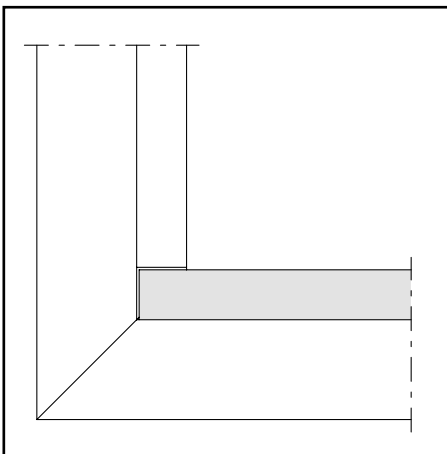
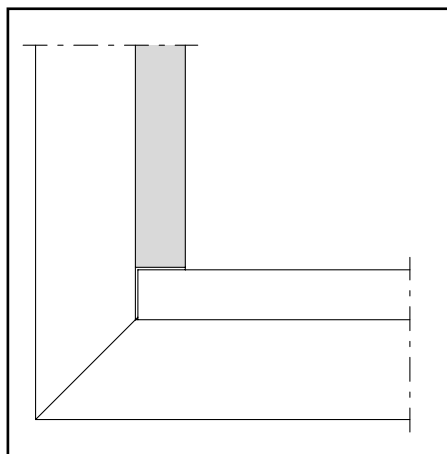

Abb. 5 / Fig. 5 / Fig. 5
Abb. 6 / Fig. 6 / Fig. 6
(Abb. 5/6)**
Damit die Glasleisten im Brandfall dilatieren können, müssen sie auf Untermaß zugeschnitten werden. Die horizontalen Glasleisten (Abb. 5) werden durchgeführt, die vertikalen Glasleisten (Abb. 6) dazwischengesetzt.
**Coupe des parcloses (fig. 5/6)**
Afin de permettre la dilatation des parcloses en cas d'incendie, il faut les couper à une dimension inférieure à la coté prescrite. Les parcloses horizontales (fig. 5) sont posées en continu, les parcloses verticales (fig. 6) sont intercalées.
**Cutting glazing beads to size (fig. 5/6)**
The glazing beads must be cut to a dimension smaller than specified to allow for expansion in the event of fire. The horizontal glazing beads (fig. 5) are laid in a continuous strip, the vertical ones are positioned between them (fig. 6).